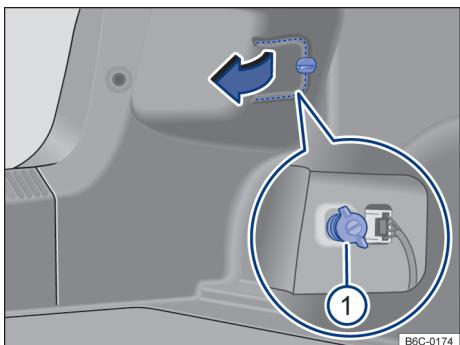

Fig. 133 No compartimento de bagagem: desinstalar cobertura e retirar o parafuso borboleta ① (lupa).
3. Para abrir a cobertura da lanterna, girar a trava → Fig. 133 (seta).
5. Soltar o parafuso borboleta ① (lupa) e retirá-lo, segurando, ao mesmo tempo a lanterna traseira.
6. Puxar cuidadosamente a lanterna traseira para fora, para desencaixá-la da carroceria → ①.
18. Segurar a lanterna traseira na posição de montagem com uma das mãos e apertar com a outra o parafuso borboleta → Fig. 133 ①.